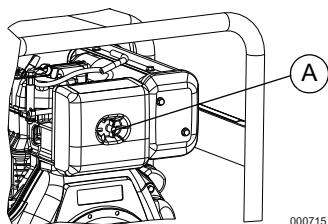

Figura 4-4. Armado del filtro de aire
1. Vea la Figura 4-4. Gire la perilla (A) y retire la cubierta del filtro de aire.